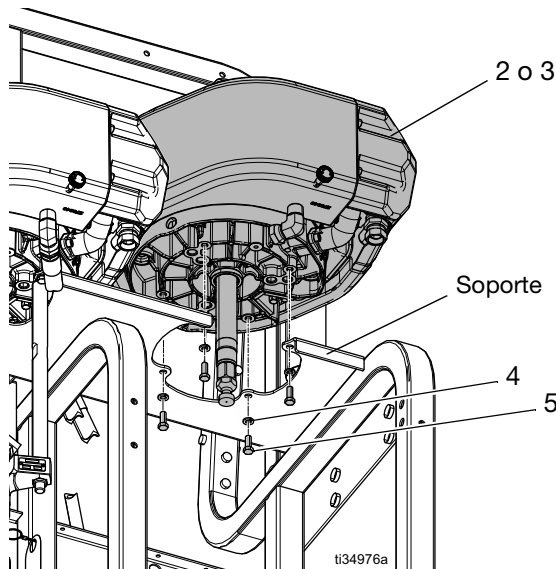

FIG. 7
- b. Quite los tornillos de montaje (5) y las arandelas (4) que sujetan el motor neumático (2 o 3) al soporte de montaje. Vea la FIG. 7 en la página 28.